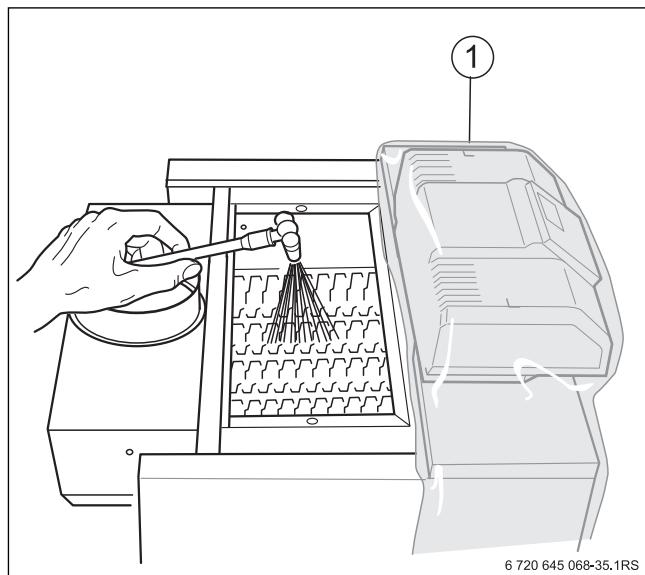

Рис. 49 Влажная чистка котла
- ▶ Накройте систему управления пленкой (→ рис. 49 [1]). Не допускайте попадания аэрозольного тумана в систему управления.
- ▶ Равномерно распылите чистящее средство сверху в газоотводящих каналах (→ рис. 49).